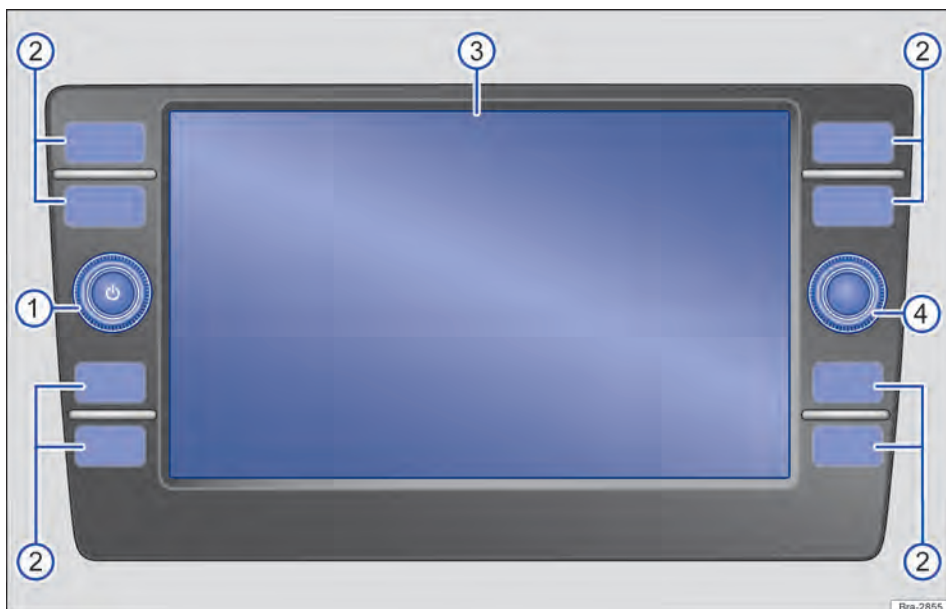

Fig. 116 Vista geral dos comandos.
O aparelho é fornecido em diferentes variantes, diferenciadas pela inscrição e função dos botões do rádio → Fig. 116 ②.
- ① **Botão rotativo e de pressão** : **Botões do rádio:** *pressionar* para acessar uma superfície de função.
- ② **Botões do rádio:** *pressionar* para acessar uma superfície de função.
- ③ **Display:** tela de toque.
- ④ **Botão de configurações:** a função depende da respectiva condição de operação.